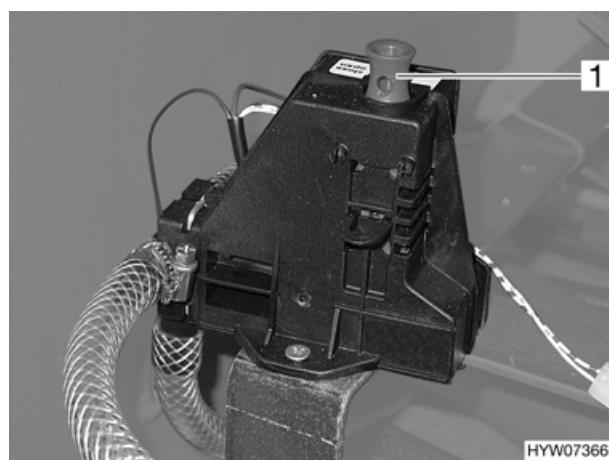

Bild 77 Sicherheits-/Ablassventil des Boilers
Der Boiler ist mit einem Sicherheits-/Ablassventil (Bild 77) ausgestattet. Das Sicherheits-/Ablassventil verhindert, dass das Wasser im Boiler einfriert, wenn bei Frost die Heizung nicht eingeschaltet ist. Einbauort siehe Kapitel 10, "Lage der Ablassventile".
- Sicherheits-/Ablassventil schließen. Dazu den Zugschalter (Bild 77,1) nach oben ziehen.
- Sicherheits-/Ablassventil (Bild 77) öffnen. Dazu den Zugschalter (Bild 77,1) nach unten drücken. Der Boiler wird über das Sicherheits-/Ablassventil nach außen entleert.